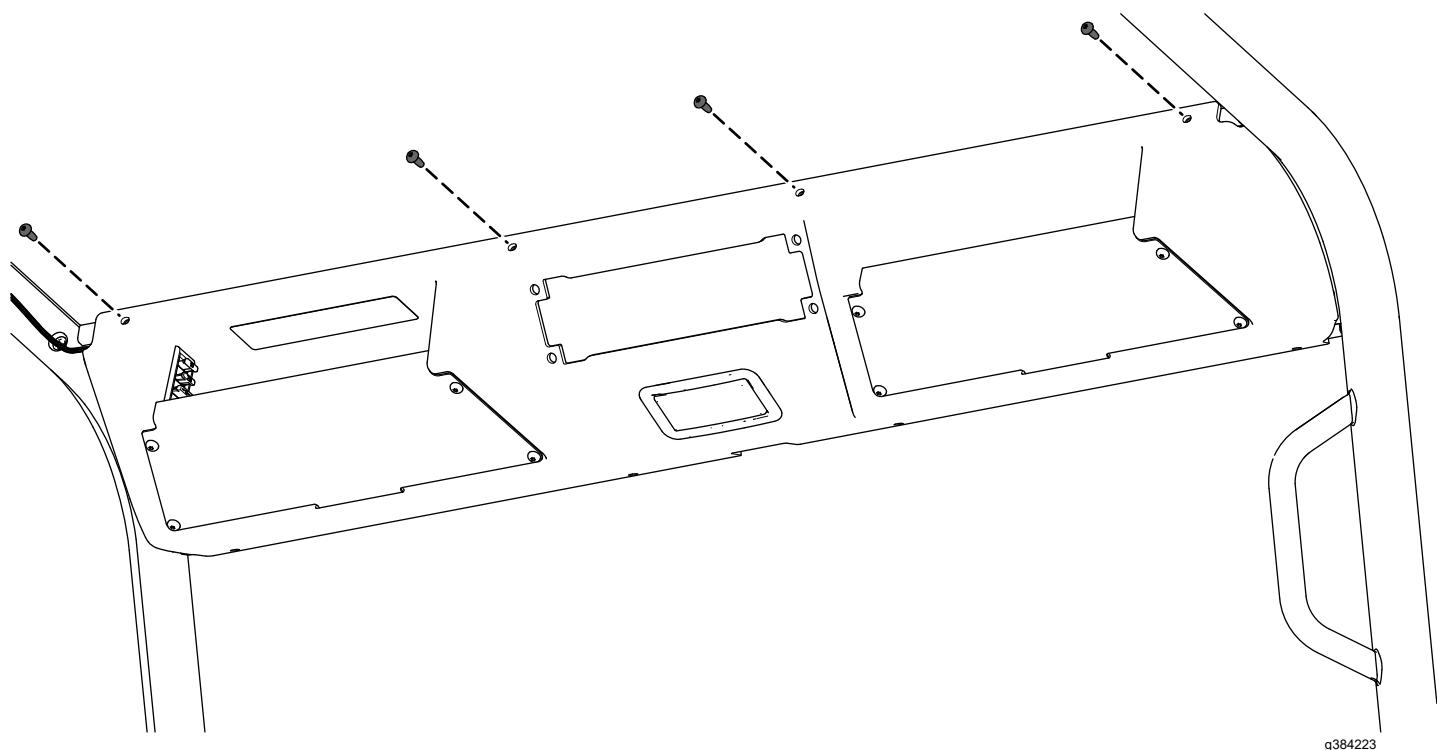

Рисунок 6
2. Прикрепите верхнюю часть потолочной консоли к передней поперечине с помощью 4 самонарезающих винтов ($\frac{1}{4} \times \frac{5}{8}$ дюйма), как показано на Рисунок 6.